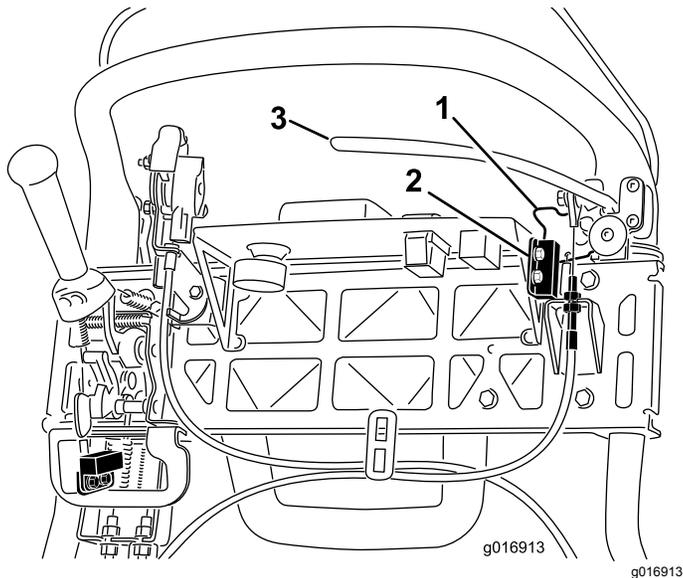

Figura 42
4. Allentate e rimuovete gli elementi di fissaggio del microinterruttore di sicurezza (Figura 42).
5. Posizionate uno spessore di 1,6 mm tra il fermo del freno di stazionamento e il microinterruttore di sicurezza (Figura 42).